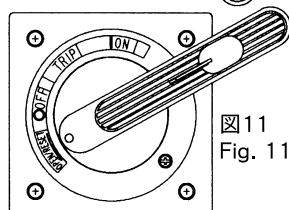

図11 Fig. 11
- ハンドルをRESETの方向へ回転すると、FAB、ELBはリセットします。(図11)
(2) 扉ロックと解除方法
- FAB、ELBがOFF、TRIPの状態では、RESET位置に回転するとロックが解除されます。(図11)
- If the handle is turned in the direction of RESET, FAB or ELB is reset. (Fig. 11)
(2) Door lock and release
- While FAB or ELB is off, or tripped, The door is released by turning the handle to RESET. (Fig. 11)